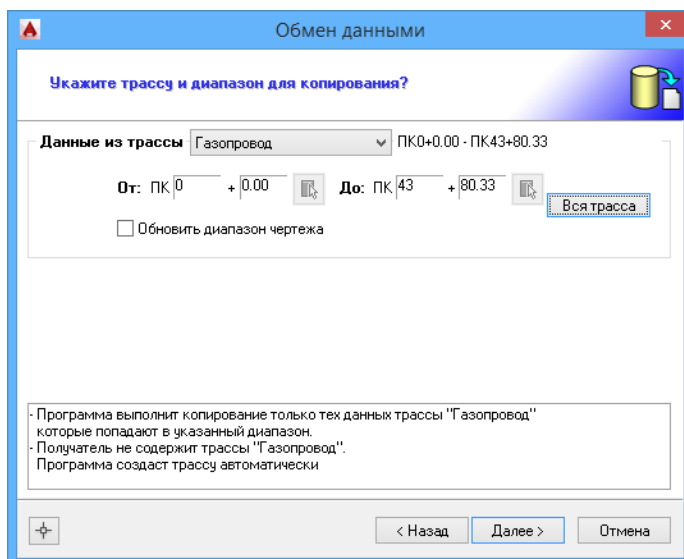

Рис. 13 Обмен данными - выбор диапазона трассы.
1. Вызвать команду *Копировать из базы проекта в чертеж* (меню *Трасса / Данные*). В диалоговом окне *Обмен данными* указать режим копирования (см. рис. 13).
**Примечание** Если длина трассы была изменена, необходимо выбрать режим копирования Часть трассы (см. рис. 13) и включить флажок Обновить диапазон чертежа. В результате чертеж будет перерисован с учетом «новой» длины трассы.